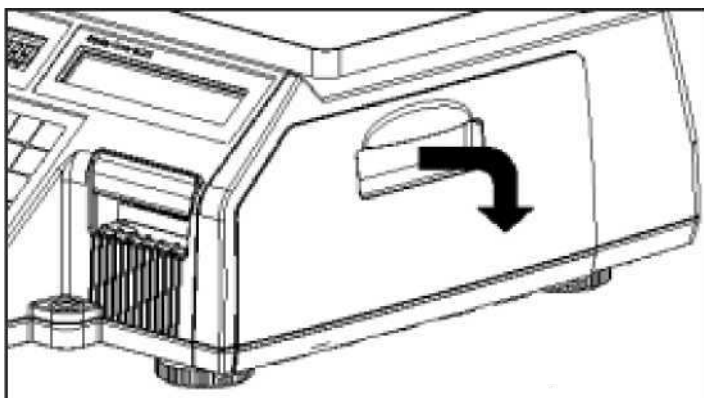

Рисунок 1.14 – Открытие крышки
1. Отключите питание весов тумблером **ON/OFF**, расположенным на днище весов. Откройте крышку отсека принтера (см. рисунок 1.14).